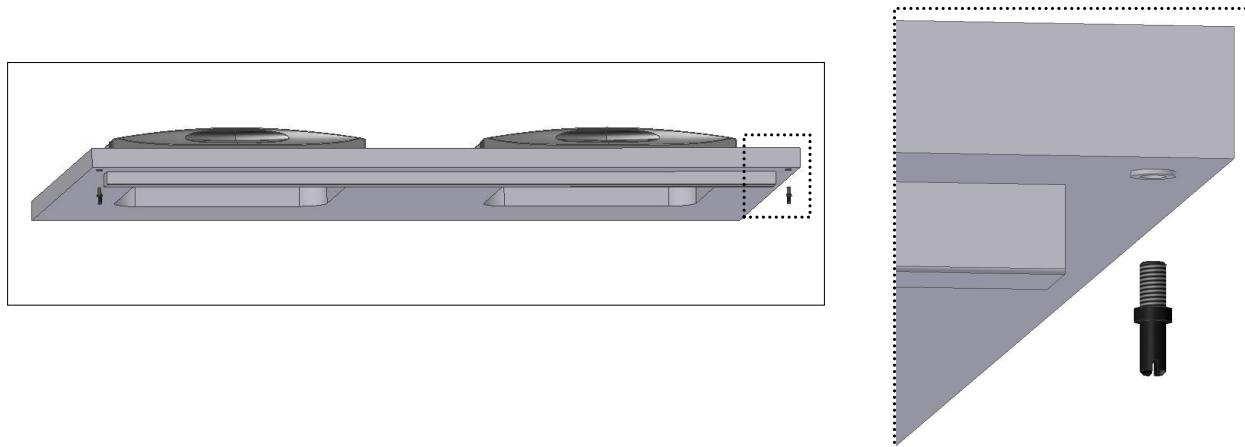

Fig. 6
- Placer **les boulons supérieurs** sur le dessus (Fig. 6);